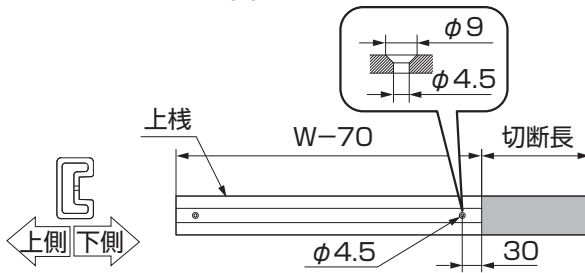

図2-2
- ④上栈を切断した側から30mmのところ、 $\phi 4.5$ の下穴と $\phi 9$ サヲ取り加工してください。(図2-2参照)